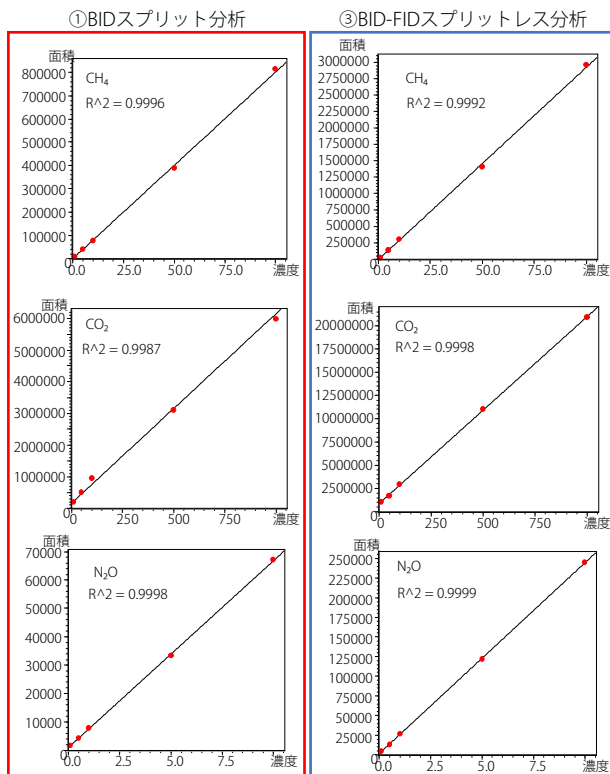
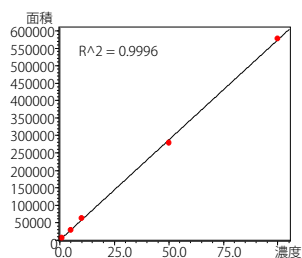

図6 BIDの検量線
図7 FIDの検量線
窒素(N₂)中のCH₄、CO₂、N₂Oを窒素(N₂)で希釈し、①BIDのスプリット分析、③BID-FID直列のスプリットレス分析を行い検量線を作成しました。検量線の範囲はCH₄：1-100ppm、CO₂：10-1000ppm、N₂O：0.1-10ppmです。BIDの検量線の結果を図6に、FIDの検量線の結果を図7に示します。①③の測定法において、各化合物で良好な直線性が得られました。